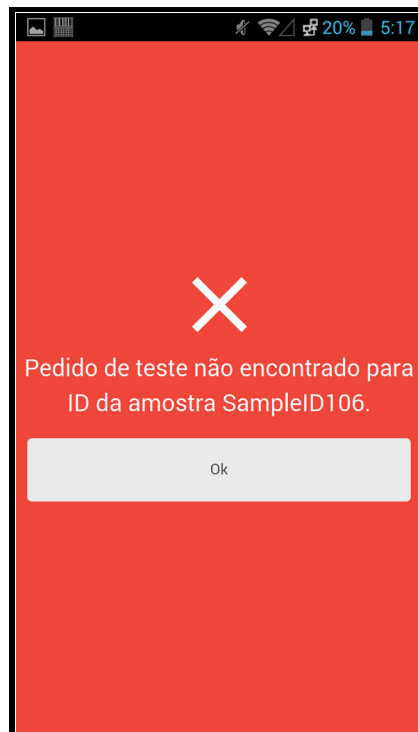

Figura 5-104. Ecrã Scanner Error (Order Not Found (Red X)) (Erro (encomenda não encontrada) (X vermelho)) do Cepheid Link
- 3) Se não tiver sido encontrada uma amostra, será visualizado o ecrã Error (Order Not Found) (Erro (Encomenda não encontrada) (X vermelho)) (consultar figura 5-104). Toque no botão **Ok** para regressar ao ecrã Scan Sample (Ler amostra).